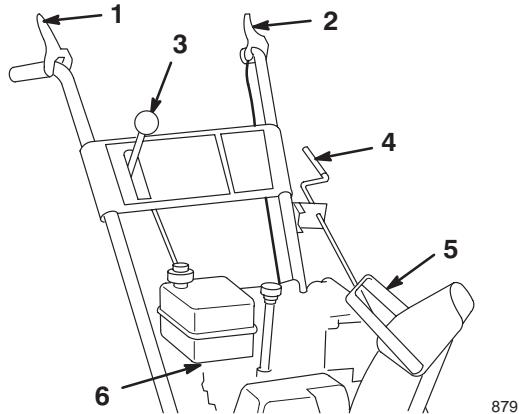

Bild 13
- **Betätigungshebel für Schnecke-/Gebläseradantrieb** (Bild 13) – Drücken Sie, um Schnecke und Gebläserad zu aktivieren, den Hebel gegen den rechten Handgriff. Lassen Sie den Hebel zum Deaktivieren los.
- **Antriebshebel** (Bild 13) – Drücken Sie zur Betätigung des Antriebs (Radantrieb) den Hebel gegen den linken Griff. Lassen Sie den Hebel zum Auskuppeln los.
- **Schalthebel** (Bild 13) – Dieser Hebel hat vier Stellungen: ein Rückwärts- und drei Vorwärtsgänge. Stellen Sie, um die Gänge zu wechseln, den Hebel in die gewünschte Position. Der Hebel rastet in jedem Gang in einer Kerbe ein.
- **Steuerung zum Verstellen der Position des Auswurfkanals** (Bild 13) – Drehen Sie die Steuerung im Uhrzeigersinn, um den Auswurfkanal nach links zu bewegen und entgegen dem Uhrzeigersinn, um den Kanal nach rechts zu drehen.
- **Griff für Auswurfkanal-Ablenkblech** (Bild 13) – Bewegen Sie den Griff nach vorne, um den Schneestrom nach unten zu richten und nach hinten, um den Strom nach oben zu richten.
- **Kraftstoffhahn** (Bild 13) – Schließen Sie den Hahn, indem Sie ihn im Uhrzeigersinn drehen. Öffnen Sie den Kraftstoffhahn durch Drehen nach links. Schließen Sie den Hahn, wenn die Schneefräse außer Betrieb genommen wird.
3. Lösen Sie den Betätigungshebel für Schnecke/Gebläserad und den Fahrantriebshebel (Bild 13).
11. Legen Sie den 1. Gang ein (Bild 13), drücken den Fahrantriebshebel bis zum Handgriff und lassen ihn dann los. Wenn sich die Schneefräse vor dem Einschalten des Fahrantriebshebels oder nach dem Loslassen bewegt, siehe Einstellen des Fahrantriebs, Seite 24.